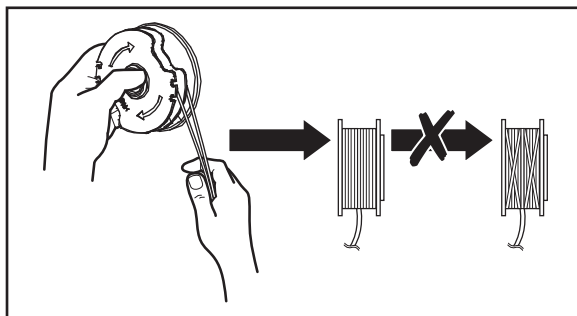

Fig. 28
7. Enrolle todos los hilos de corte firmemente alrededor de la bobina de corte (12c) en el sentido de las flechas de la bobina de corte (12c) (Fig. 28).